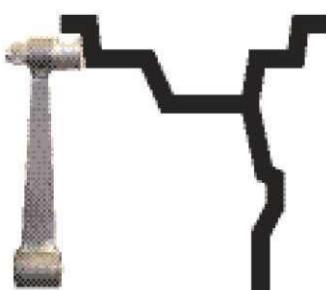

Рис. 10.1
10.2. Данная модель СБ снабжена устройством, позволяющим автоматически вводить диаметр « $d$ » колеса и дистанцию « $A$ ». Для этого необходимо, взяв за рукоятку, вытянуть из корпуса СБ штангу ввода параметров, подвести палец на конце рукоятки к месту установки корректирующих грузов на внутренней стороне диска (см. рис. 10.1) и удерживать штангу в этом положении до появления звукового сигнала, после чего возвратить штангу в исходное положение. При этом экран основного рабочего режима сменится на экран ввода геометрических параметров колеса рис10.2.
**Примечание:** На маркировке диска указывается диаметр по посадке резины. А с помощью выдвижной штанги вводится диаметр места установки груза, например, на рис. 10.1 вводится диаметр места установки груза на пружинке, который больше диаметра по посадке резины примерно на 1 дюйм. Поэтому ди-